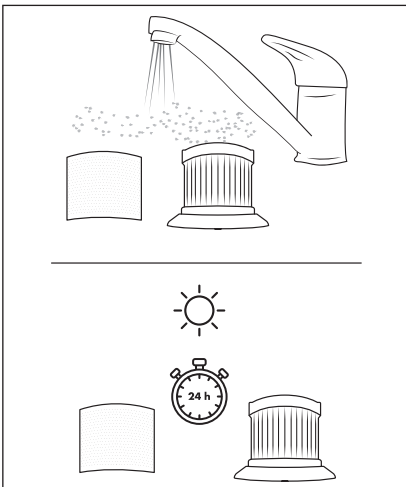

Bild 13
- 4) Spola av EPA-filtret **5** och det rostfria filtret **6** med kallt eller ljummet vatten. Låt EPA-filtret **5** och det rostfria filtret **6** lufttorka tills de är helt torra innan du sätter tillbaka dem i dammbehållaren **2** (se bild 13).